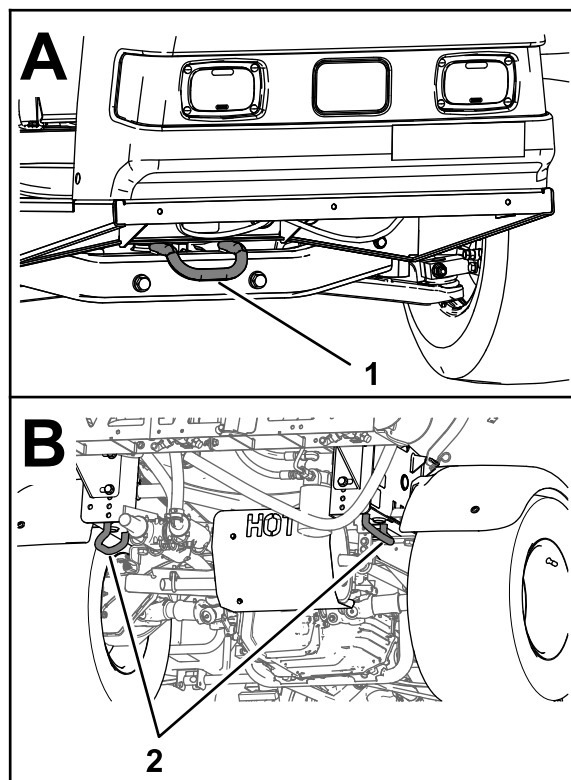

Figura 34
- Prenda bem a máquina ao veículo de transporte; Figura 34 ilustra os pontos de fixação da máquina.